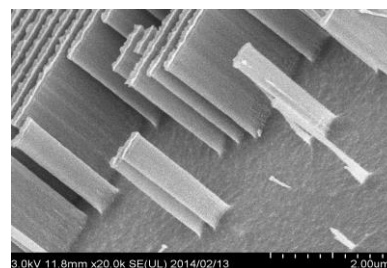

Fig.3 SEM image of high aspect Si etching pattern.
パターンエリア②のエッチング後の表面を SEM にて観察した (Fig.3)。その結果、ややパターンの抜けがあるものの、およそ目的とする高アスペクトなエッチングパターンサンプルが得られた。